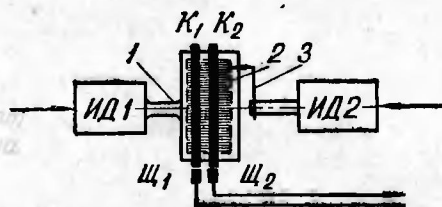

Рис. 2. Конструкция сравнивающего устройства
одного из двигателей, например ИД₁, с помощью переходной текстолитовой втулки (1) и крепят корпус (2) реостата R_{17} ; ползунок (3) этого реостата связывают с ротором ИД₂ (см. рис. 2).